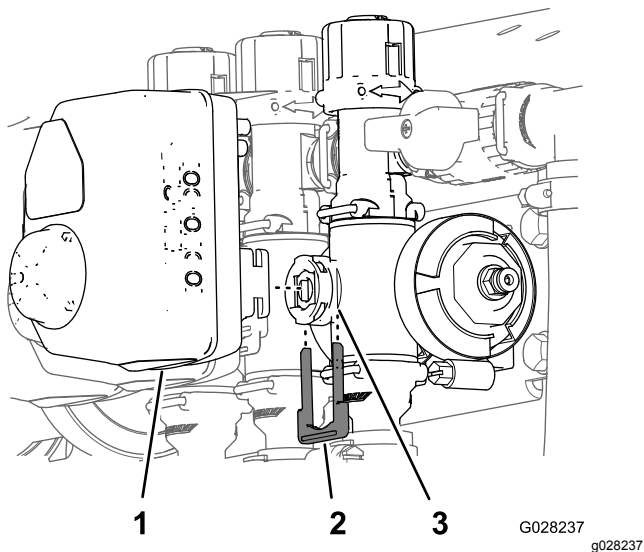

Figure 82
3. Retirez l'étrier qui fixe l'actionneur au collecteur du régulateur de débit, de la vanne d'agitation, la vanne maîtresse des rampes ou la vanne de section de rampe (Figure 82).